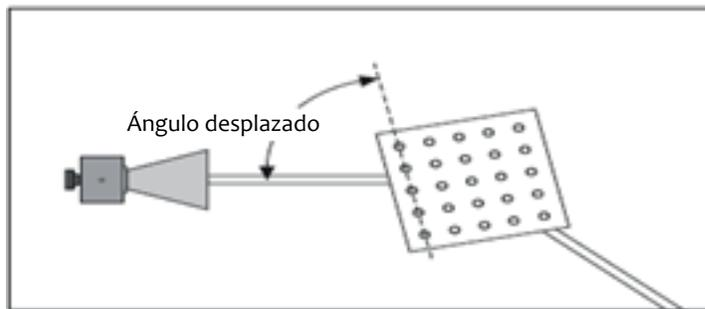

Figura 7.9. Ángulo desplazado en la difracción de Bragg
j) El ángulo desplazado es el complemento del ángulo de incidencia. Se mide con respecto al plano de investigación y “no” respecto a la cara del cubo (figura 7.9).